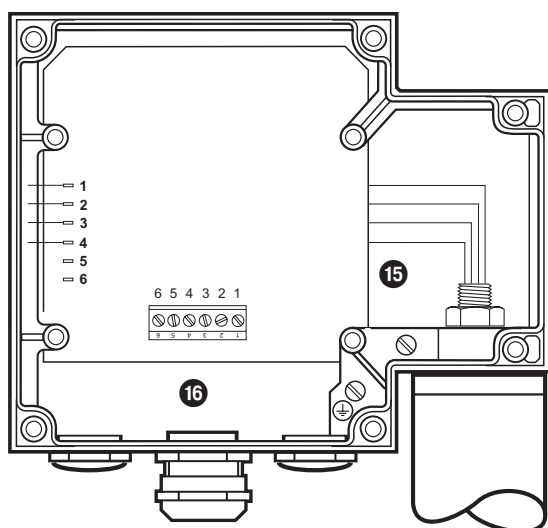

Fig. 14
2. Kabelschoenen van de steekpennen aftrekken. **Fig. 14**
3. Moer 15 met steeksleutel 19 losmaken. Niet afschroeven! **Fig. 14**